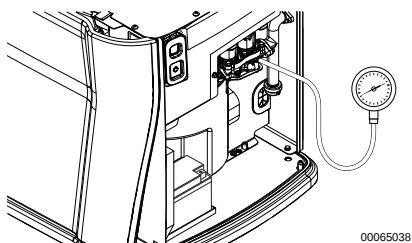

Figure 5-3. Contrôle de pression au manomètre
Figure 5-2 La Figure 5-3 montre un robinet d'arrêt de carburant avec prise pour manomètre permettant les contrôles de pression. Le robinet d'arrêt accessible en option permet d'effectuer des mesures de pression à des fins de diagnostic sans devoir ouvrir l'enceinte de la génératrice.
2. Voir **Figure 5-3**. Retirer l'orifice de test de pression de carburant situé à l'extrême droite du détendeur et installer le testeur de pression de carburant (manomètre).